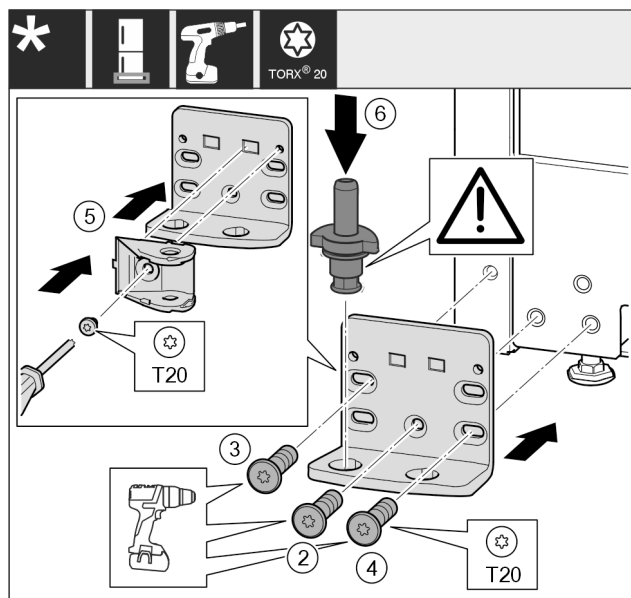

Fig. 49 *
- ▶ Pielieciet gultņa balstu otrā pusē un pieskrūvējiet, izmantojot skrūvgriezi. Sāciet apakšā pa vidu ar skrūvi Fig. 49 (2)*.
- ▶ Pieskrūvējiet skrūvi Fig. 49 (3) un skrūvi Fig. 49 (4)*.
- ▶ Pagrieziet durvju amortizatora savienojumu Fig. 49 (5) par 180°. Pieskrūvējiet ar skrūvgriezi gultņa balsta otrajā pusē.*
- ▶ Pilnīgi ievietojiet gultņa tapu Fig. 49 (6). Uzmaniet, lai fiksācijas izcilnis būtu vērsts virzienā uz aizmuguri.*